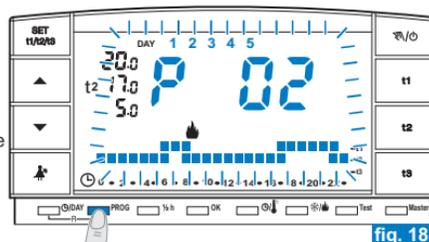

fig. 18
- Si le programma est un des trois programmes fixes (**P 01**, **P 02**, **P 03**), les configurations par groupes de jours seront présentées selon une succession automatique (de manière intermittente) (fig. 18 et 19).